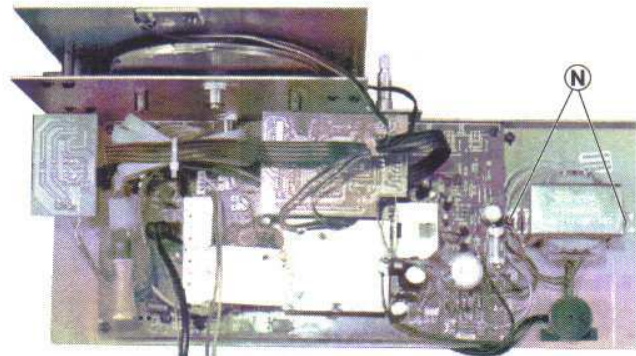

Fig.11
- 2 Schrauben ㉔ (Fig.11) heraus-schrauben.
- Undo 2 screws ㉔ (Fig.11).